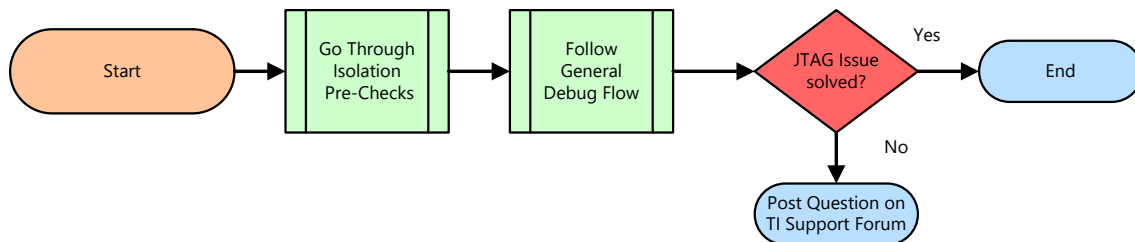
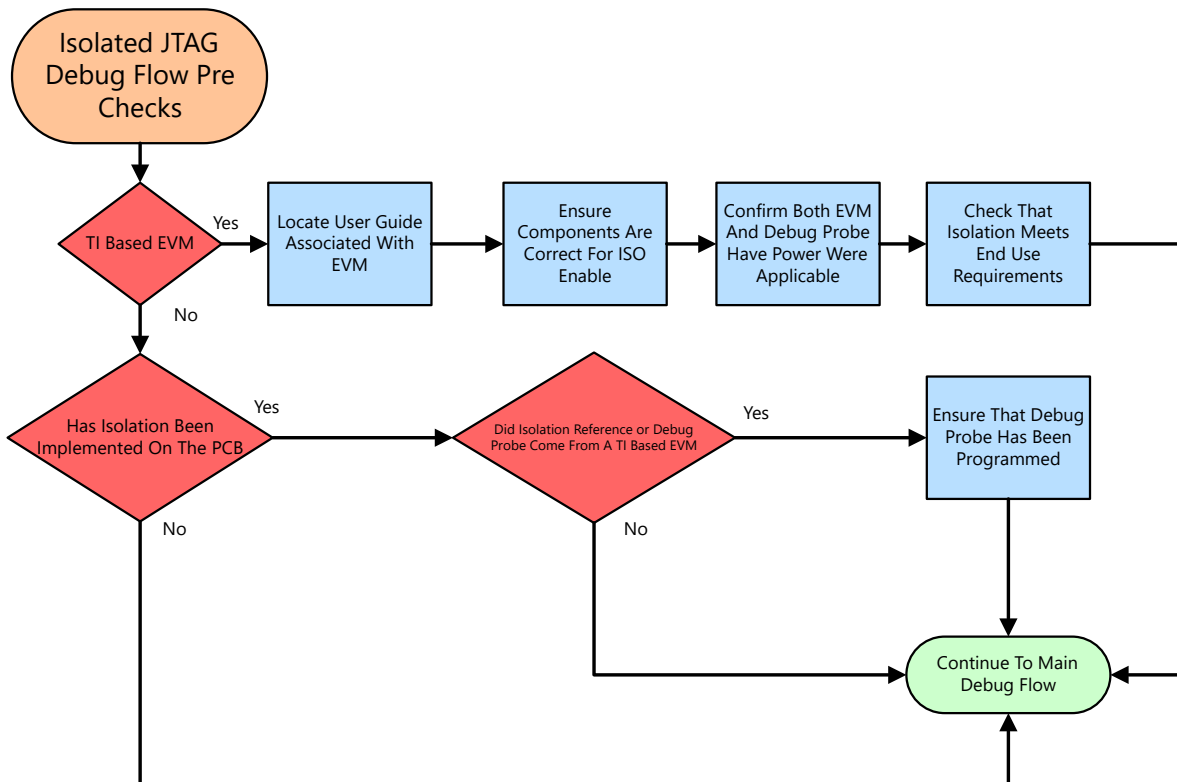
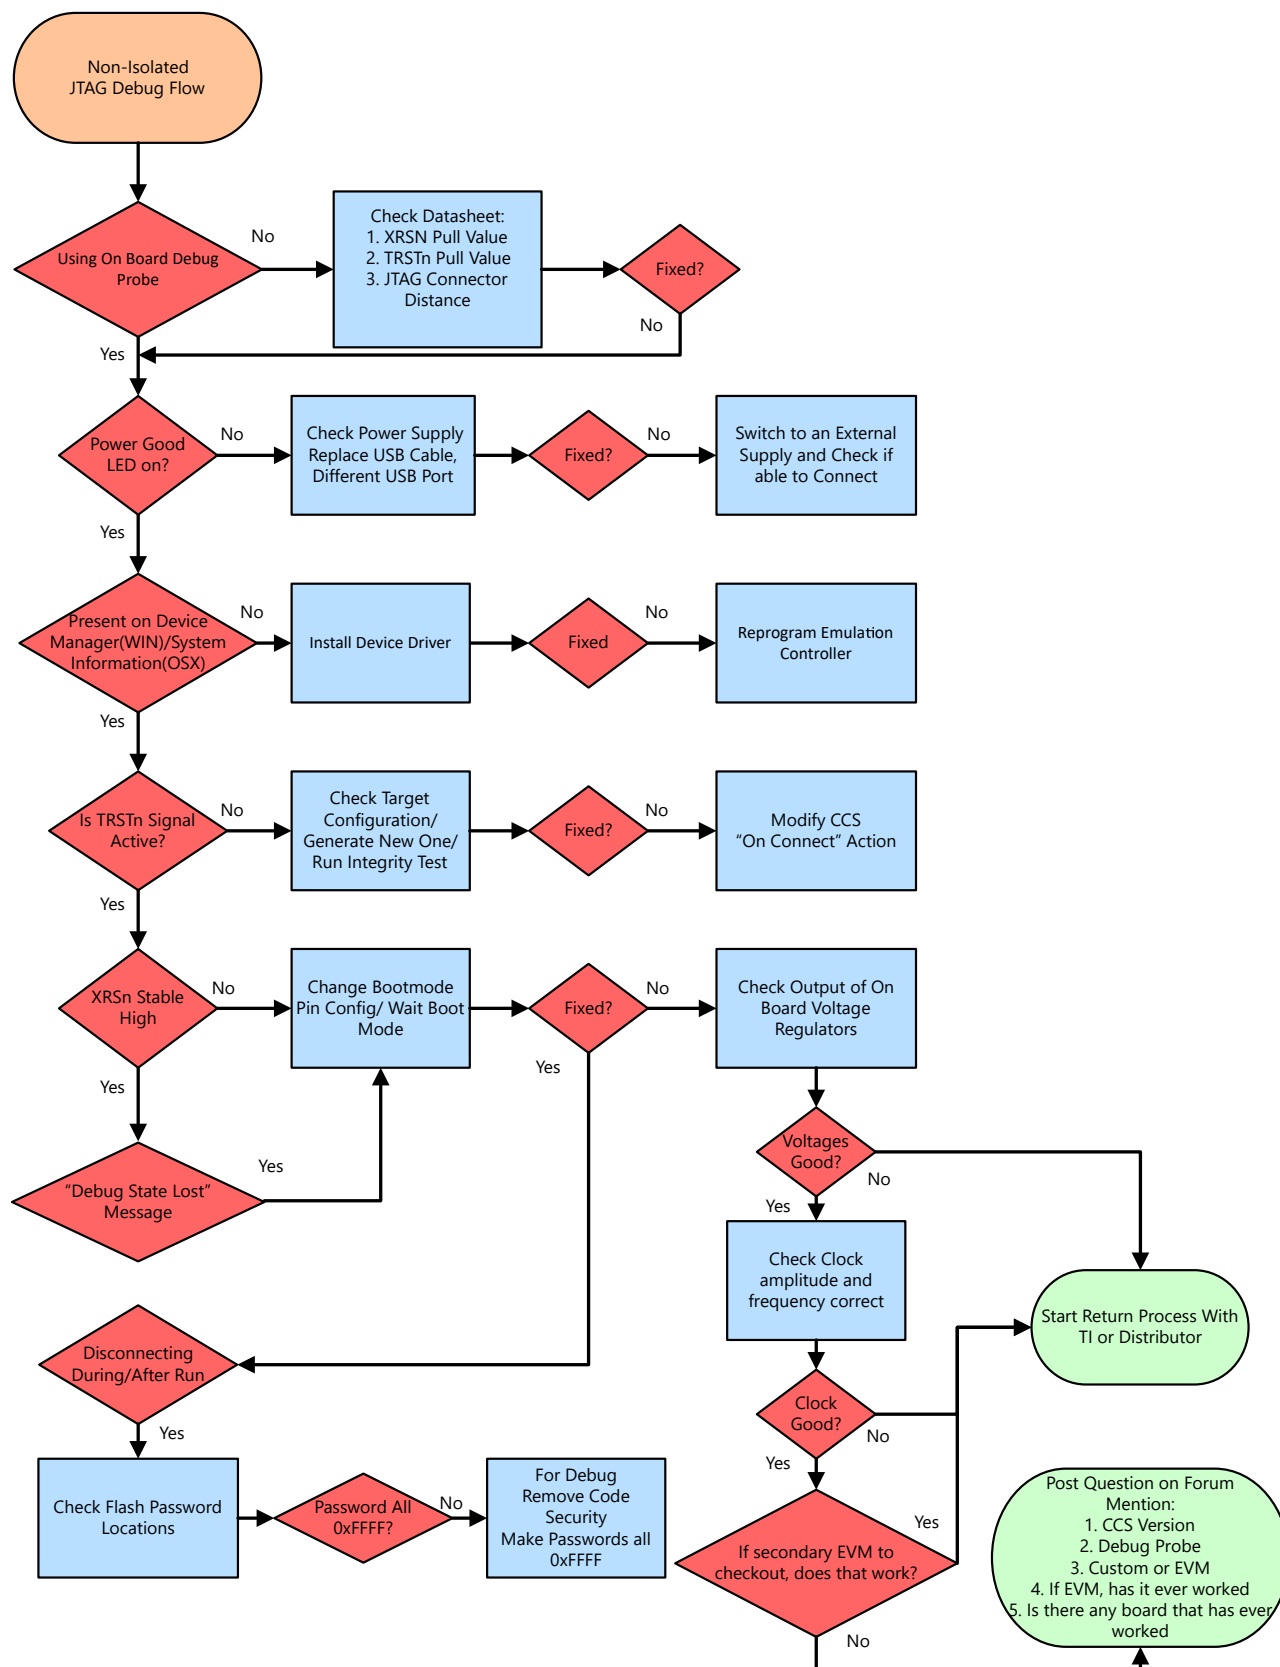

图 6-1. 整体调试流程
图 6-2. JTAG 隔离预检查
图 6-3. JTAG 调试流程
1. 查看图 6-1 中的步骤，并首先浏览高压隔离流程。即使隔离不是主要问题，这也很重要，因为隔离可能会影响 PCB 的仿真方面。
许多 C2000 应用本质上都是大功率应用。因此，在调试时，应将目标板的电源平面与主机隔离。许多 TI 制造的电路板都具有隔离仿真，或可以使用板载选项来实现它。图 6-2 显示了用于帮助确定是否存在隔离式 JTAG 的流程图，如果存在，则对这些系统中的常见问题进行故障排除。另外还有独立的调试探针也提供隔离；此流程与这些探针无关。
从整体调试流程 (图 6-1) 开始, 确定是否需要高压隔离检查流程 (图 6-2)。完成后, 逐步完成主 JTAG 调试流程 (图 6-3)。